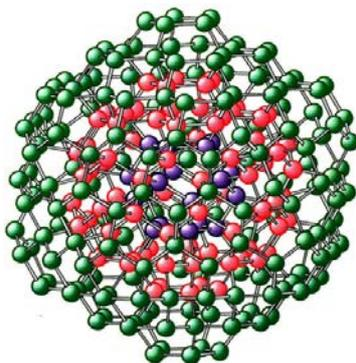

Рис.52. Структура наноалмаза.
**Наноалмаз.** Обычный алмаз – это  $sp^3$  –углерод, который образует кубическую решетку из ковалентных связей. Наноалмаз – это икосаэдр из трех оболочек, вставленных друг в друга (см. Рис.52).